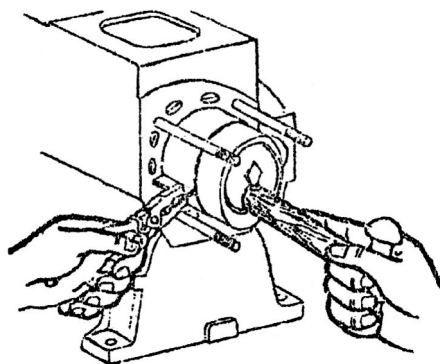

рис. 7
5. При встановленні з'єднувальної тяги поршня на блок циліндра переконайтеся, що змащувальний отвір на меншій стороні з'єднувальної тяги дивиться вверх. Кільце із листової сталі може використовуватися, щоб надягти поршневі кільця і вставити поршень в гільзу циліндра за допомогою дерев'яної палички (Рис. 7).